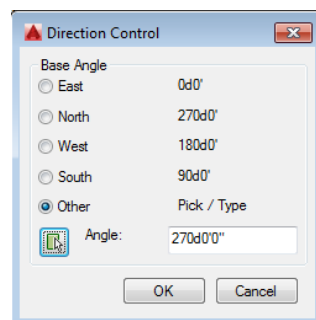

Figura 6.3 – Verifique a ativação da precisão.
Clique no ícone *Pick an angle* e voltará para a área gráfica do AutoCAD, vide figura 6.3. Na área gráfica clique, com precisão (item 6), primeiramente no Ponto da Estação de Partida e em seguida num segundo ponto, também com precisão (item 6), definindo a direção da visada à ré. Em seguida, clique em OK.